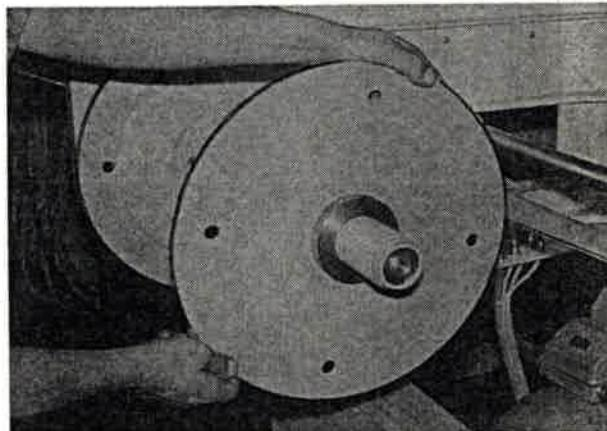

Bild 151
1. Andruckscheibe von der Abrollachse abschrauben (Bild 151), ggf. Papierhülse von der Abrollachse abziehen.